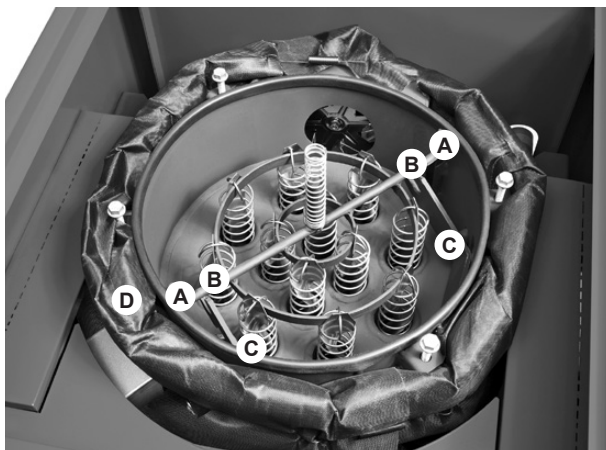

Bild 08
6. Nachfolgende Teile (Bild 08) mit Haftschmierfett schmieren:
- Führungsschienen (A)
- Kontaktstellen Hebel-Formrohr (B)
- Hebeldrehpunkte (C)
- Exzentrerscheibe (D)